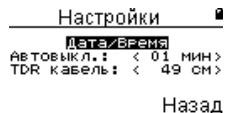
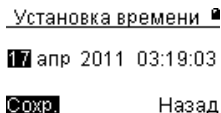

Рисунок 7
Рисунок 8
6.3.3 В пункте **Настройки** (рисунок 7) можно установить текущие дату и время (рисунок 8), устанавливая время автовыключения прибора и длину присоединительного кабеля TDR, отформатировать диск и обновить ПО.